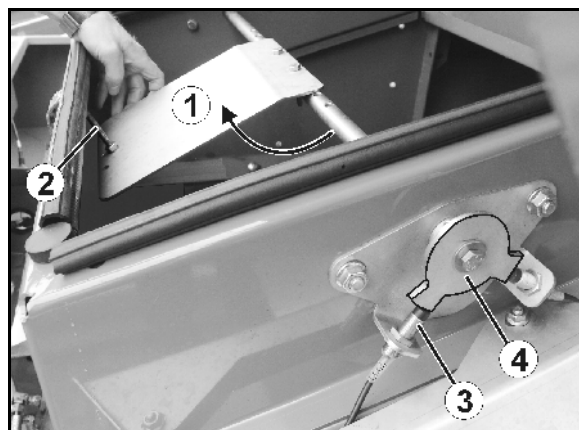

Fig. 80
3. Kontrollér, at reguleringsspjældet (Fig. 80/1) har en let gang, og efterjuster evt. stopringe.
Reguleringsspjældets anslag indstilles via skruen (Fig. 80/2). Hvis reguleringsspjældet er kørt helt ud til anslaget, skal impulsskiven (Fig. 80/4) dække over føleren (Fig. 80/3).